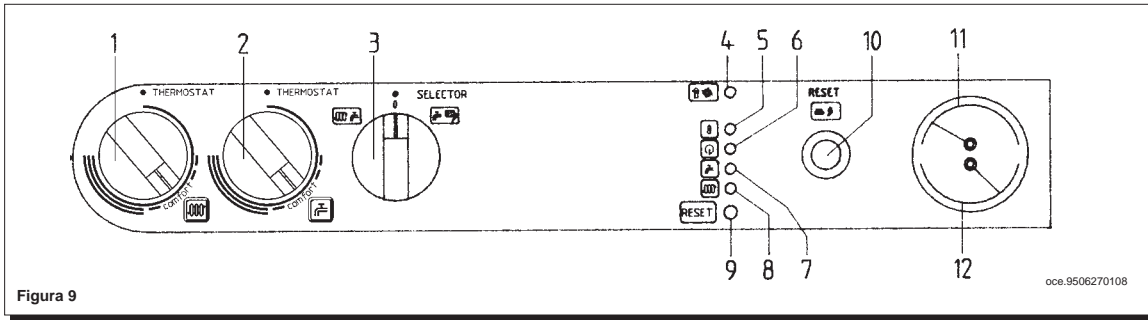

Figura 9
Con questo potenziometro è possibile regolare il tempo di attesa in riscaldamento ad ogni intervento del dispositivo di regolazione (1 figura 9 pagina 23) da 1 a 7 minuti. Questa operazione può essere eseguita solamente togliendo il coperchio del pannello comandi.
Con este potenciómetro es posible regular el tiempo de espera en calentamiento cada vez que se produzca una intervención del dispositivo de regulación (1 figura 9 página 23) de 1 a 7 minutos.
- aprire il rubinetto gas e ruotare la manopola (3) di figura 9 predisponendo la caldaia in posizione Estate (☀️);
- ruotare la manopola (3) in posizione (0) e verificare una nuova accensione. Nel caso di una interaccensione incompleta agire sul potenziometro P4 RLA (pagina 19);
- con la manopola (3) in posizione inverno (❄️), verificare che la potenza in riscaldamento sia quella richiesta dall'impianto, in caso agire sul potenziometro P3 MAX RISC (pagina 19). Vedere la tabella sottostante per la pressione al bruciatore necessaria;
- abrir el grifo gas y hacer girar el botón (3) de figura 9, predisponiendo la caldera en posición verano (☀️);